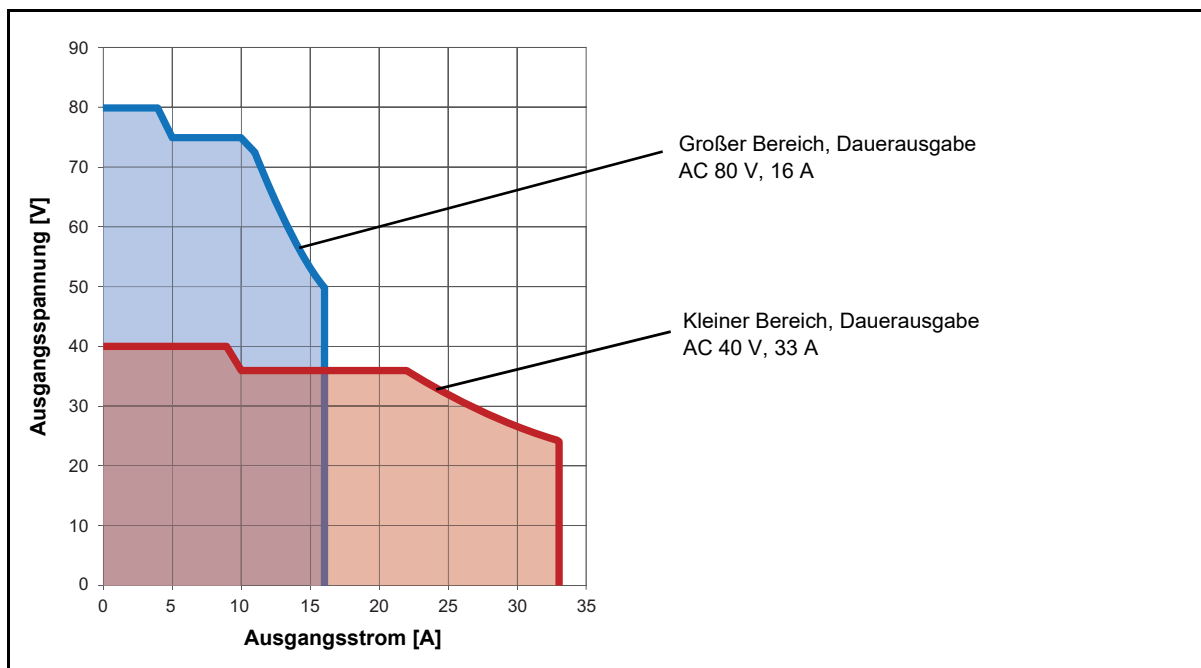

Abbildung 15-4: Zulässiger Betriebsbereich 3 x AC 80 V 16 A
4. Siehe Abbildung 15-4: "Zulässiger Betriebsbereich 3 x AC 80 V 16 A" auf Seite 227.
3. Siehe Abbildung 15-4: "Zulässiger Betriebsbereich 3 x AC 80 V 16 A" auf Seite 227.